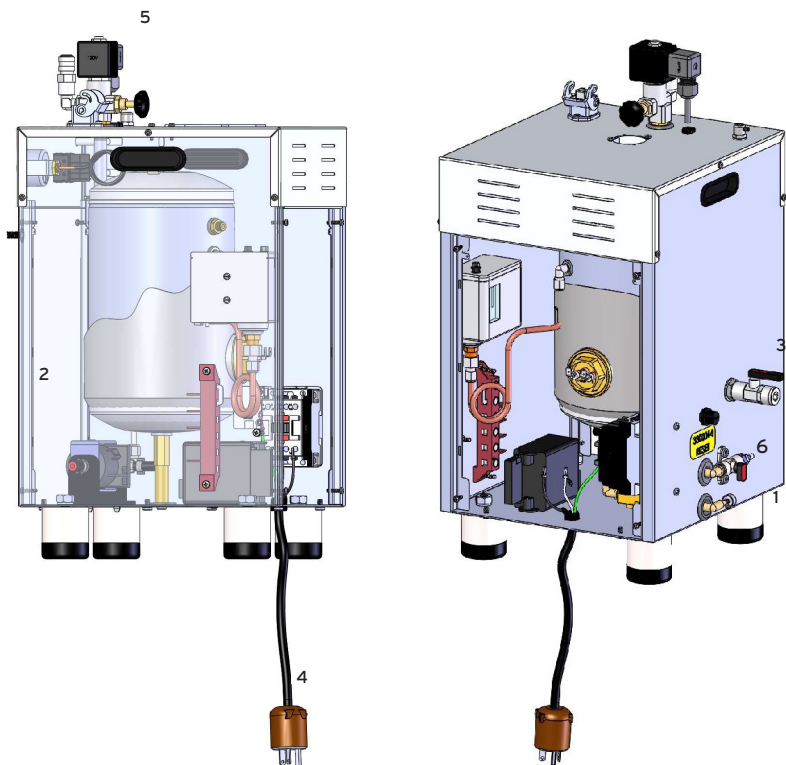

Fig. 5
1. Raccord d'eau (robinet avec support de tuyauterie); le générateur de vapeur sera connecté au robinet avec le support de tuyauterie appelé L'ARRIVÉE D'EAU (fig. 5 #1), placé sur le chauffe-eau au moyen d'un tube en caoutchouc qui doit avoir une capacité de pression d'au moins 100 lbs. Ce tube en caoutchouc doit être fermement fixé avec 2 colliers de serrage. (NB : avant d'insérer le tube en caoutchouc dans le d'entrée d'eau flush, vous devez verser quelques litres d'eau pour nettoyer le conduit).
3. Après la mise sous tension du chauffe-eau (A) et des fers (B), attendez que le témoin lumineux vert du chauffe-eau s'éteigne (C) et que le manomètre indique 50-60 lbs. À ce stade, saisissez le fer par la poignée en liège et appuyez sur le bouton de vapeur 3 ou 4 fois, afin que la vapeur sorte : cette opération doit être effectuée afin de chauffer le tuyau qui amène la vapeur jusqu'au fer. De cette façon, vous éviterez également que de petites gouttes d'eau tombent (le fer à vapeur doit toujours être maintenu de manière à ne pas blesser l'opérateur).
4. Pour réguler le débit de vapeur, ajustez le robinet de réglage de la vapeur (fig. 5 #6).
5. Après cette opération, le chauffe-eau est prêt à l'emploi. Pendant le repassage, le témoin lumineux « vapeur prête » s'allume et s'éteint (C)